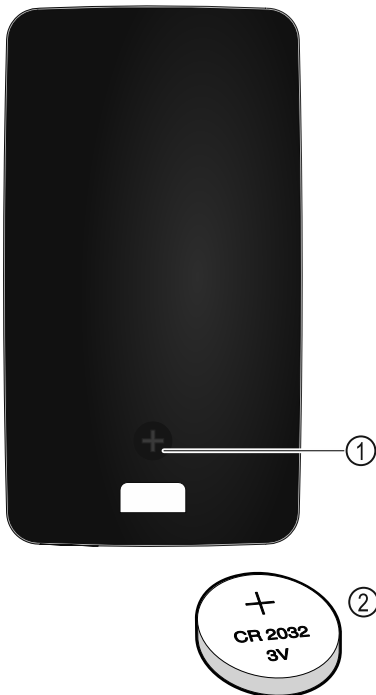

Fig. 220
Napájení dálkového ovládání proudem probíhá pomocí baterie typu CR 2032 na 3 V Fig. 220 (2), jakou lze běžně obdržet v dané prodejně.
- ▶ Vyšroubujte šroubek Fig. 220 (1) na zadní straně dálkového ovládání.